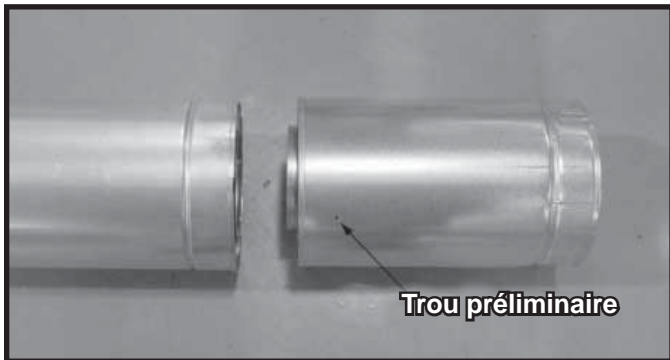

Figure 10.3 Trous préliminaires du tronçon coulissant
- Glissez le carneau intérieur du tronçon glissant dans le carneau intérieur du tronçon de tuyau et le carneau extérieur du tronçon coulissant par-dessus le carneau extérieur de la section de tuyau. Voir la Figure 10.3.